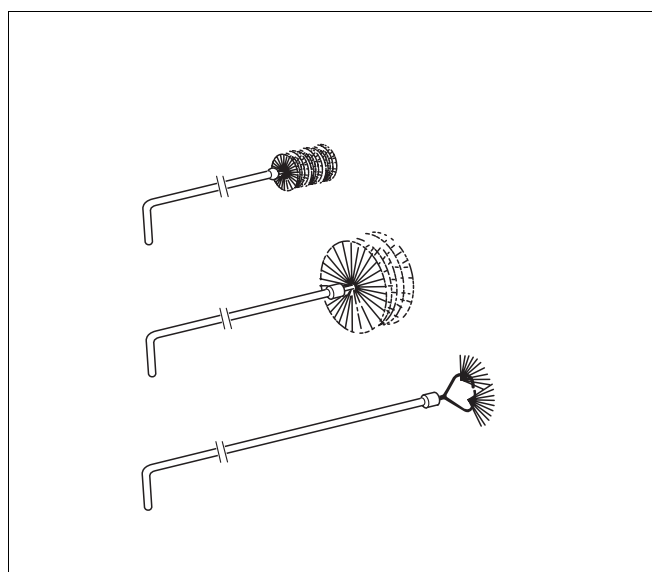
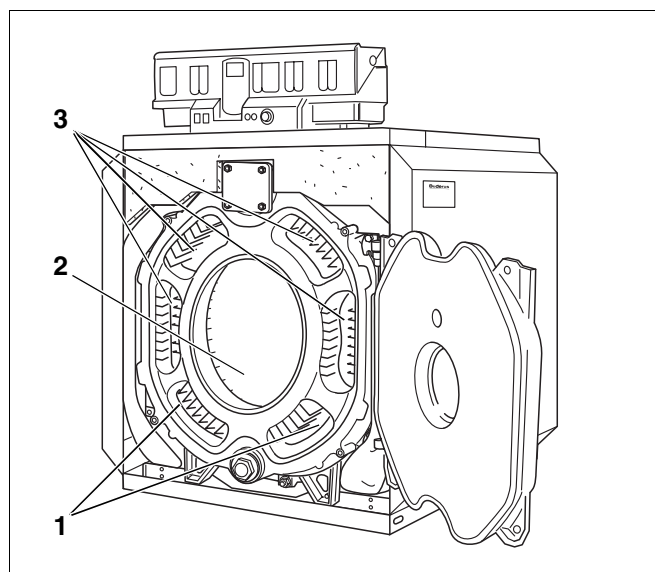

Fig. 53 Perii de curățare
Fig. 54 Curățarea canalelor de fum
- Diferitele tipuri de perii oferite de **Buderus** (echipament opțional) sunt prezentate în fig. 53.
- Canalele de fum (fig. 54, **poz. 1 și 3**) se curăță cu perile 1 și 2 (fig. 53) din față spre spate.
- Restul focarului (camerei de ardere) (fig. 54, **poz. 2**) se curăță cu peria 2.
- Canalele de fum de jos din față se curăță cu peria 2 (fig. 54, **poz. 1**).